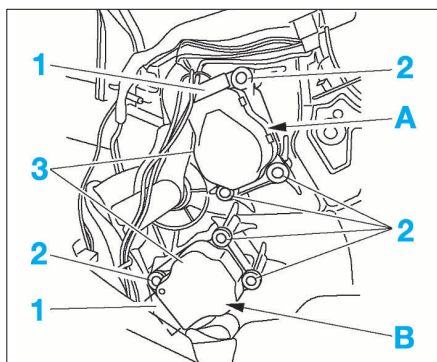

FIG. 26
- Débrancher les connecteurs électriques (1) (Fig.26).